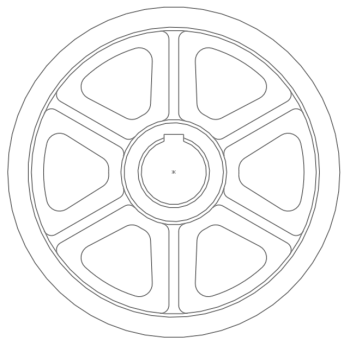

图 3-25 阵列草图对象效果
(4) 单击【确定】按钮，退出草图绘制环境，即可对草图进行阵列操作，效果如图 3-25 所示。